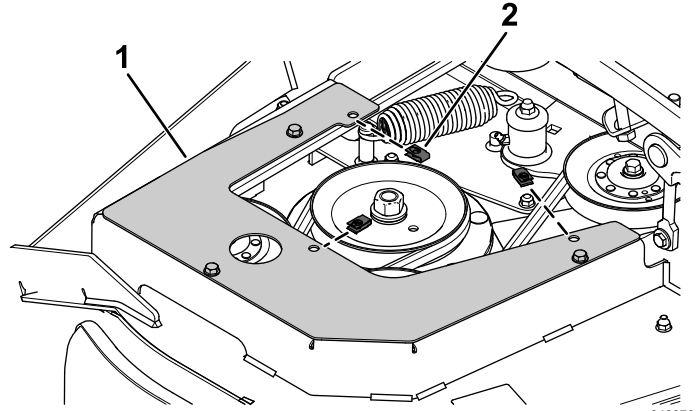

Bild 4
2. Bringen Sie drei Clips an der rechten Riemenscheibenhalterungsabdeckung an (Bild 4).